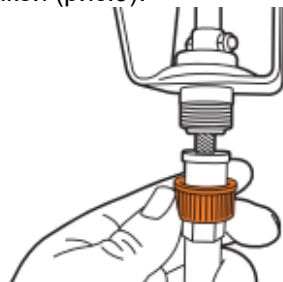

Рис.9
2. Соедините другой конец гибкого вала с рычагом поворота желоба, расположенном на панели оператора, зафиксируйте соединительной гайкой (рис.9).